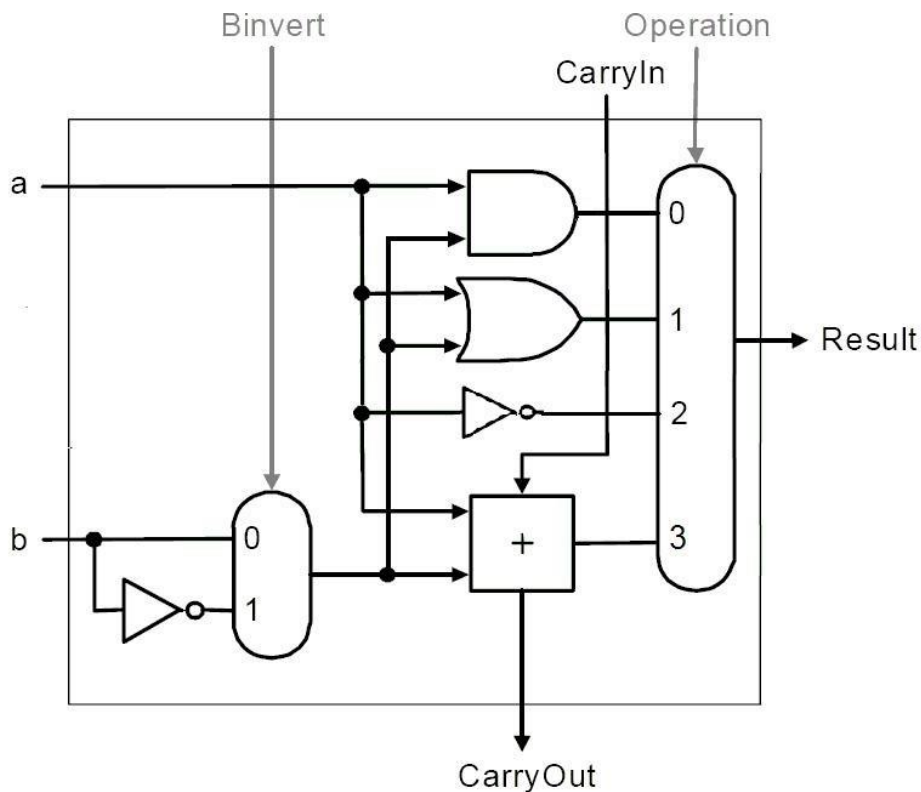

Figura 1
1. Considere a Unidade Lógica e Aritmética de 1 bit ilustrada na Figura 1 a seguir: